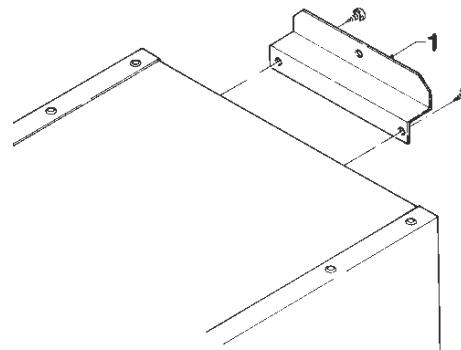

Рис. 12
**Из-за относительно низкого веса автоматов, их необходимо крепить к стене с помощью специального кронштейна, поставляемого в комплекте (см. Рис. 12).** Производитель не несет ответственности за какие-либо неудобства, причиненные из-за несоблюдения указанных выше инструкций.